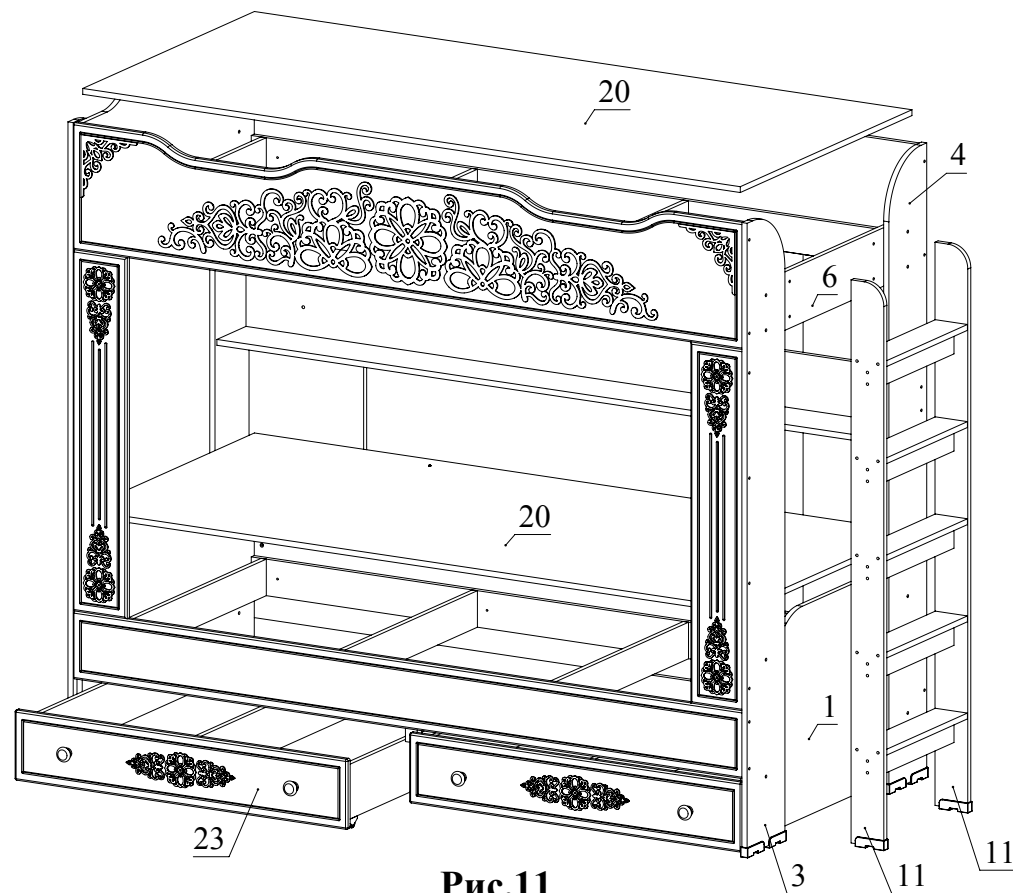

Рис.11
13. Приставить лестницу к корпусу кровати. Соединить при помощи конфирматов 7x50 детали 11 с деталью 6. Зафиксировать лестницу на детали 1 при помощи уголков металлических и шурупов 3,5x16 (Рис. 11).